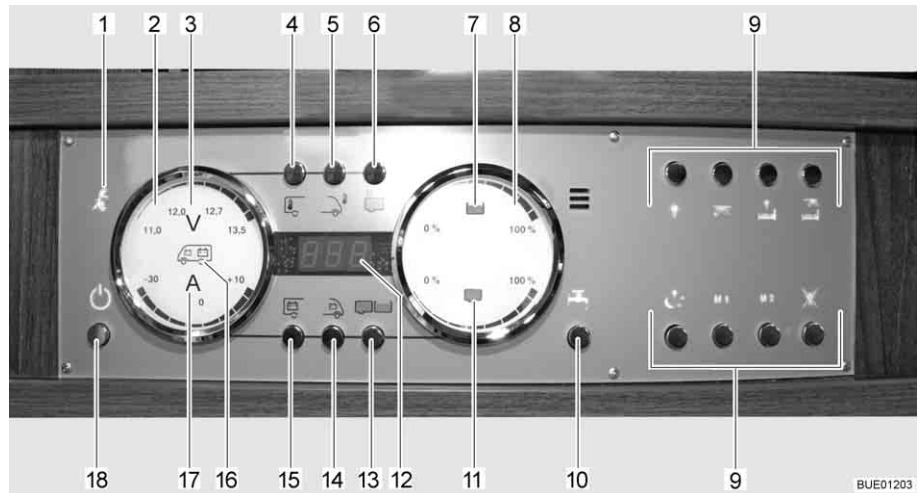

Fig. 156 Panneau de contrôle LT 510
Le voyant de contrôle 230 V (Fig. 156,1) s'allume si l'arrivée du bloc électrique est sous tension de réseau.
L'interrupteur principal 12 V (Fig. 156,18) établit ou coupe le panneau de contrôle et l'alimentation 12 V de la cellule.
- Appuyer brièvement sur la touche d'alimentation 12 V (Fig. 156,18). L'alimentation 12 V de la cellule est assurée. L'indicateur de contrôle "12 V" s'allume.
- ▷ La tension de la batterie de cellule est trop faible quand les DEL "11,0" de l'affichage en Volt et le symbole Volt "V" (Fig. 156,3) clignotent dans l'indicateur des batteries (Fig. 156,2) après la mise sous tension. Charger la batterie.
- ▷ La coupure de batterie est active quand l'indicateur de contrôle "12 V" et le symbole Volt "V" (Fig. 156,3) clignotent trois fois après la mise sous tension. Désactiver la coupure de batterie.
- Appuyer brièvement sur la touche d'alimentation 12 V (Fig. 156,18). L'alimentation 12 V de la cellule est coupée. L'indicateur de contrôle "Alimentation 12 V" s'éteint.
- Appuyer sur la touche batterie de cellule (Fig. 156,15) et la maintenir enfoncée pendant 10 secondes environ. Le symbole Volt "V" (Fig. 156,3) et l'indicateur de contrôle "12 V" clignotent trois fois. La batterie de cellule est coupée du réseau de bord de 12 V.
- Appuyer sur la touche d'alimentation 12 V (Fig. 156,18) et la maintenir enfoncée pendant 5 secondes environ. Le symbole Volt "V" (Fig. 156,3) et l'indicateur de contrôle "12 V" clignotent trois fois. La batterie de cellule est branché au réseau de bord 12 V. L'indicateur de contrôle s'allume au bout d'env. 5 secondes.
- Appuyer sur la touche de la batterie de cellule (Fig. 156,15). Le symbole Volt "V" (Fig. 156,3) s'allume. Le symbole Ampère "A" (Fig. 156,17) est allumé en blanc ou en rouge suivant l'état de chargement ou de déchargement. Les DEL à l'intérieur de l'indicateur indiquent la tension de la batterie et le courant de la batterie de cellule.
- Appuyer sur la touche de la batterie de démarrage (Fig. 156,14). Le symbole Volt "V" (Fig. 156,3) s'allume. Des DEL à l'intérieur de l'indicateur indiquent la tension de la batterie de démarrage.
- Appuyer sur la touche réservoirs (Fig. 156,13). Les symboles réservoir d'eau (Fig. 156,7) et réservoir d'eaux usées (Fig. 156,11) s'allument. Des DEL à l'intérieur de l'indicateur indiquent le niveau du réservoir d'eau (échelle supérieure) et celui du réservoir d'eaux usées (échelle inférieure).
Le symbole du réservoir d'eau (Fig. 156,7) ou celui du réservoir d'eaux usées (Fig. 156,11) clignote quand le réservoir d'eau est vide ou que le réservoir d'eaux usées est plein.
L'affichage numérique (Fig. 156,12) permet d'indiquer les températures intérieure et extérieure.